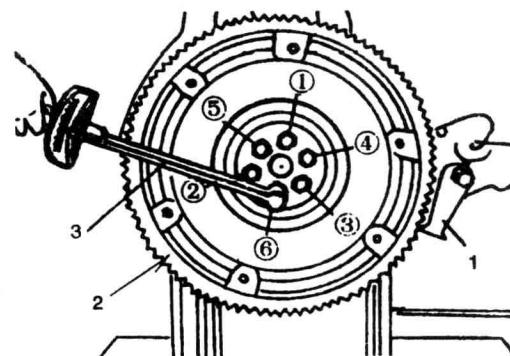

图 2-3 安装飞轮
(1) 在曲轴后端凸缘盘上装上飞轮安装定位销，并在凸缘盘的变速器输入轴支承孔内涂注 ZL-2 锂基润滑脂至该孔容积的 60%。
(2) 将飞轮安放到曲轴凸缘盘上，旋上 6 个固定螺栓，并装上飞轮止动器，然后用扭力扳手拧紧螺栓，如图 2-3。螺栓的拧紧力矩为  $39.2\sim44.1\text{ N}\cdot\text{m}$ 。